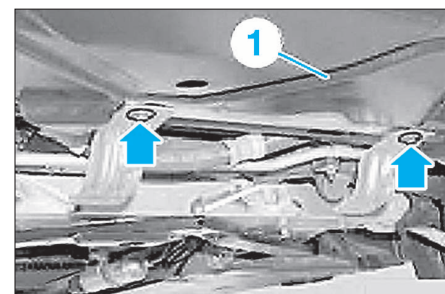

FIG. 8
- Déposer les vis (flèches) (Fig.8).